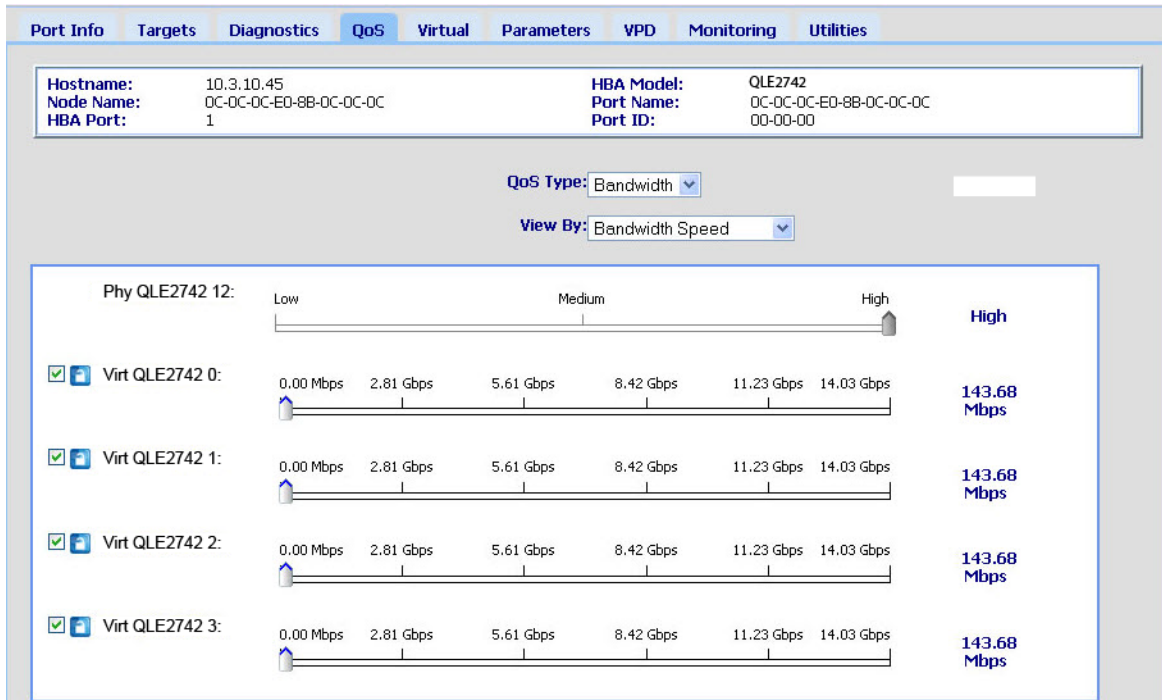

Figure 3-9. Définition de la QoS par vitesse de bande passante
6. Déplacez le curseur pour sélectionner la vitesse de bande passante, tel qu'illustré à la Figure 3-9.